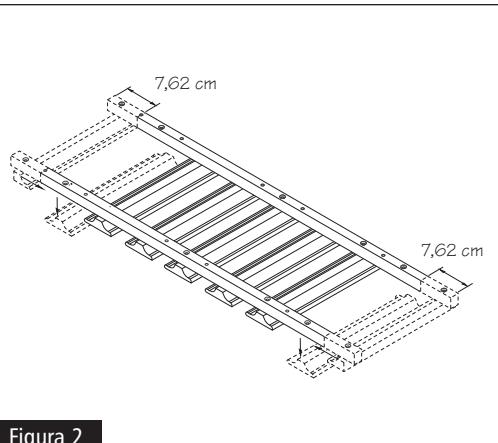

Figura 2
- 1 Coloque la unidad de soporte para copas en una superficie plana con las correas de instalación hacia arriba. Note que la unidad tiene 4 orificios a la izquierda y 5 orificios a la derecha. Con un destornillador, retire los dos (2) primeros rieles a la izquierda y a la derecha y vuelva a colocar el primer riel (más pequeño) donde estaba el segundo riel. Marque con un lápiz cada extremo de las dos correas de montaje. Consulte la figura 2.
- 4 Con los orificios pretaladrados en las correas de montaje, taladre los orificios de 1/8 pulg. a una profundidad de 3/8 pulg. y asegure a la parte inferior del gabinete con (8) tornillos Phillips #8 x 1-in.